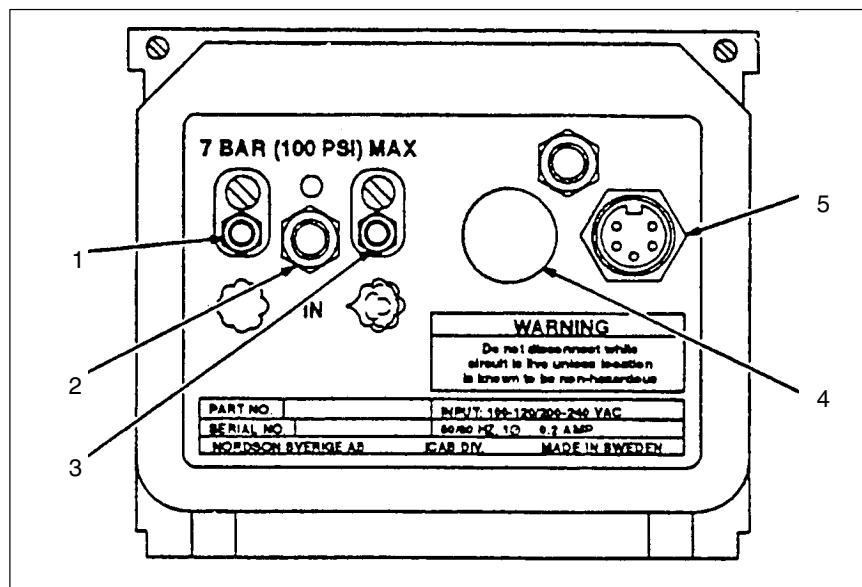

Fig. 3-3 Elektriske og pneumatiske tilkoblinger
1. Se fig. 3-3. Sett den strømkabelen som ble levert med apparatet inn i stikkkontakten med betegnelsen POWER INPUT på bakpanelet.
Se fig. 3-3. Koble en slange med diameter på 10 mm til den midterste slangekoplingen med betegnelsen IN på bakpanelet, og til lufttilførselen eller manifolden i racket.